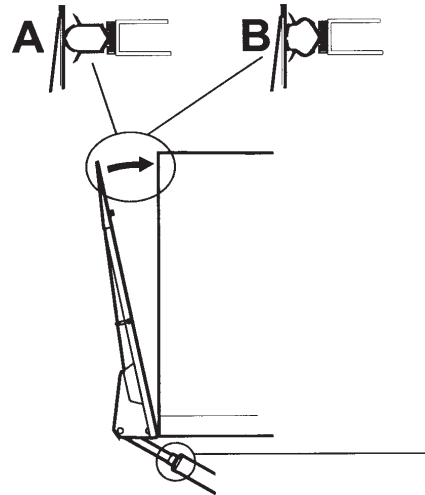
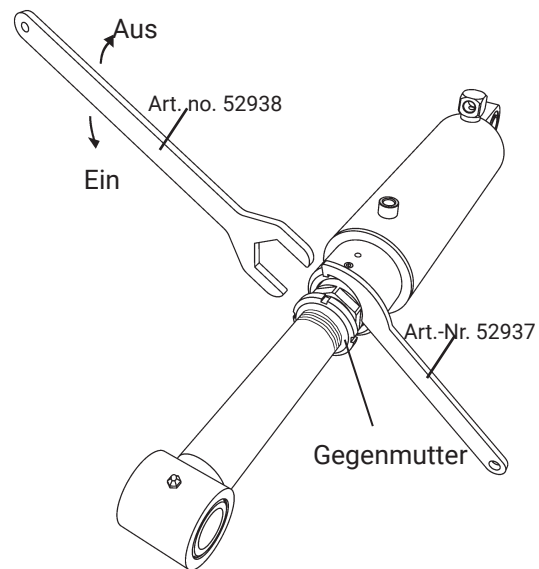

Abbildung 34. Einstellen der Anliegefläche am Aufbau
Abbildung 35. Einstellung des Neigungswinkels
Bringen Sie den Neigungsschalter an der Außenseite der Halterung der Ladebordwand an, siehe Abbildung 34.
Es ist wichtig, dass das Kabel am Neigungsschalter so ausgerichtet ist wie in der gezeigt Abbildung 34.
6. Das Einstellgewinde (Schlüsselbreite 41mm), gemäß Abbildung 35 drehen (Zepro-Werkzeug 52938), sodass die Ladebordwand genau am Aufbau anliegt, siehe Abbildung 34 A.
8. Die Gegenmutter lösen, siehe Abbildung 35.
9. Das Einstellgewinde drehen, siehe Abbildung 35, sodass der Kippzylinder in die Befestigung an der Ladebordwand eingepasst wird, siehe Abbildung 34 A.
10. Danach beide Zylinder abwechselnd einstellen, sodass sie am Aufbau anliegen, siehe Abbildung 34 B.